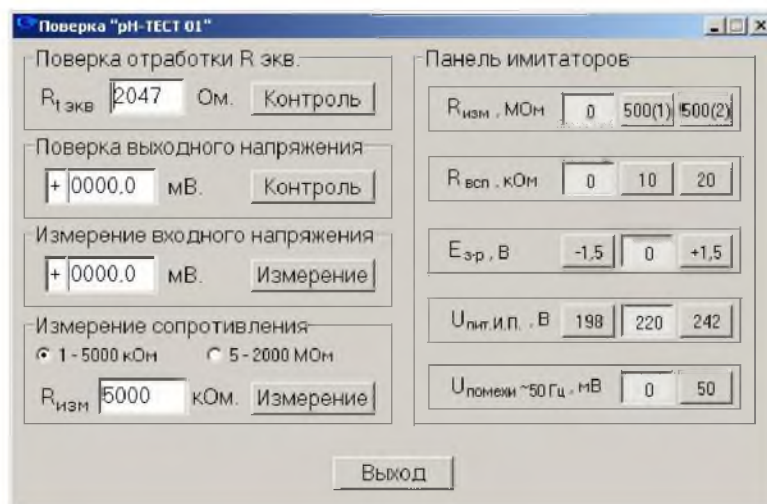

Рисунок 27
4.8.4.2 Для проведения измерений в **Основном меню** выбрать пункт **Поверка**, на экране появится диалоговое окно **Поверка «рН-ТЕСТ»**, рисунок 27.